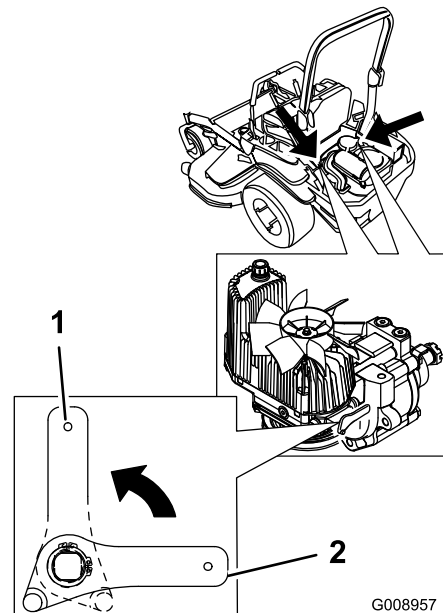

Figura 36
2. Gire las palancas de las válvulas de liberación a la posición vertical para empujar la máquina. Esto permite que el fluido hidráulico se desvíe alrededor de la bomba, dejando que las ruedas giren (Figura 36).
4. Gire las palancas de las válvulas de desvío a la posición horizontal para conducir la máquina (Figura 36).